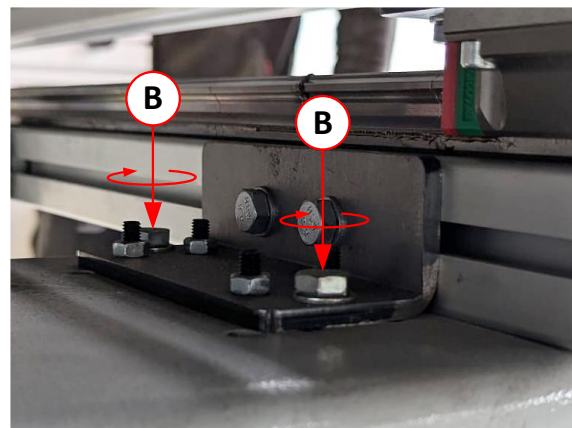
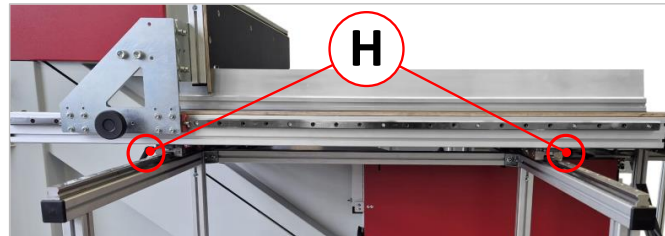
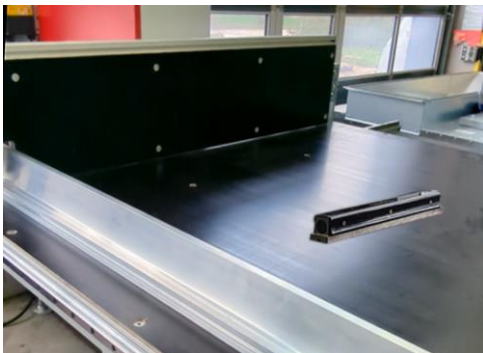

Abbildung 8: Befestigungsschrauben (B) von Hand anlegen
Abbildung 10: Klemmhebel (H) für linken Schiebetisch
Abbildung 18: Schiebetisch nivellieren
Die Montage am Maschineständer erfolgt über die zwei Bohrungen (L) in den beiden Befestigungswinkel (W), die bereits mit den Profilen des linken Schiebetisches verschraubt sind. Verwenden Sie die beiliegenden M8 Sechskantschrauben (⇨ Abbildung 8).
→ Bei Abweichungen können Sie diese über die Stellfüße (siehe auch ⇒ Abbildung 18) nachkorrigieren.
|  | <ul style="list-style-type: none"> <li>• Die vier Sechskantschrauben (B) in den beiden Winkeln (siehe ⇒ Abbildung 8) müssen sich im gelösten Zustand befinden (nur von Hand angelegt, nicht festgezogen).</li> <li>• Beide Klemmhebel (H) unter dem linken Schiebetisch (⇒ Abbildung 10) müssen geöffnet sein.</li> <li>• Der Sägeblattschutz muss sich in der obersten Position befinden.</li> <li>• Ein Bandsägeblatt muss installiert und korrekt gespannt sein.</li> </ul> |
1. Legen Sie eine Maschinenwasserwaage jeweils 1 x in Längs- und in Querrichtung auf (⇒ Abbildung 18).
2. Legen Sie gleichzeitig einen 90°-Anschlagwinkel (A) an das Bandsägeblatt (B) an.
6. Sobald der linke Schiebetisch komplett korrekt ausgerichtet worden ist, kann er final fixiert werden. Dies erfolgt, indem die (bisher nur angelegten) Sechskantschrauben (2) an den Befestigungswinkeln (siehe ⇒ Abbildung 8) mit einem SW 13 Gabelschlüssel festgezogen werden.